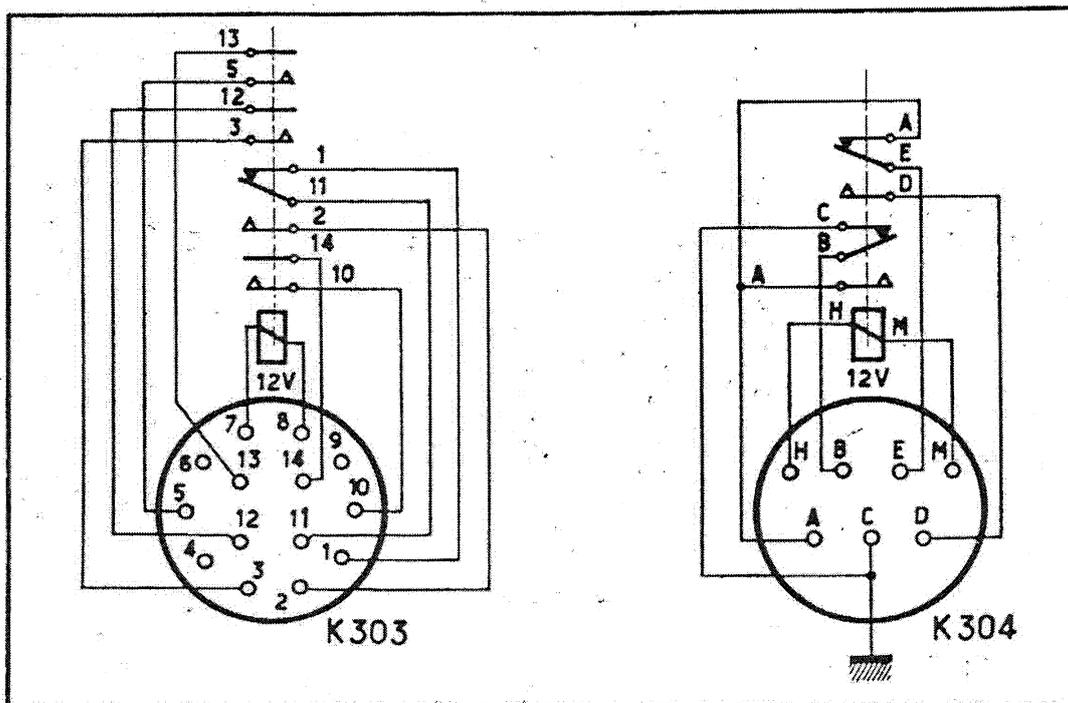

Fig. 9. - Brochage des relais K 303 et K 304.
- Fig. 9 Brochage des relais K 303 et K 304